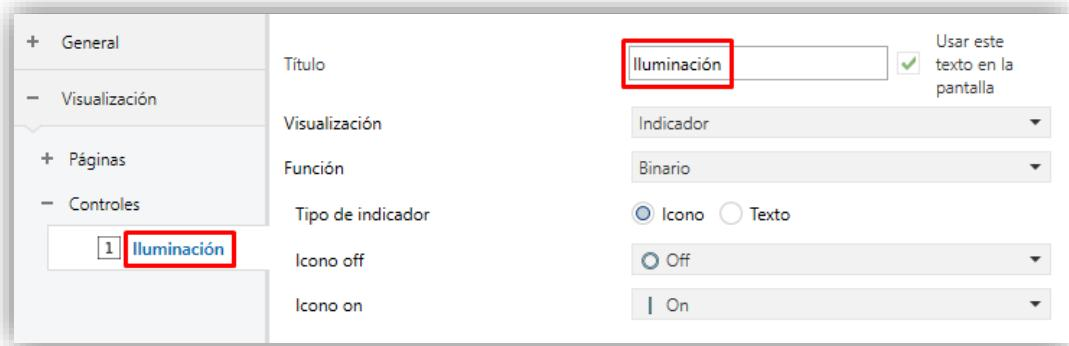

Figura 61. Control i
- **Título:** campo de texto que identifica cada uno de los controles habilitados y sus objetos de comunicación, quedando designados con el prefijo “[Cx][Título]”. Además, este campo permitirá cambiar el nombre de la pestaña en el menú de la izquierda de ETS, tal y como se muestra en la Figura 61.